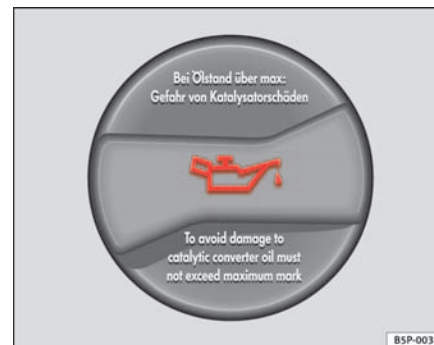

Fig. 124 Tapón de la boca de llenado de aceite del motor en el vano motor
- Desenrosque el tapón de la boca de llenado de aceite del motor ⇒ fig. 124.